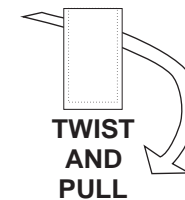

fig. 1
- Retirer le capuchon de protection en tournant et tirant délicatement. (voir fig. 1).